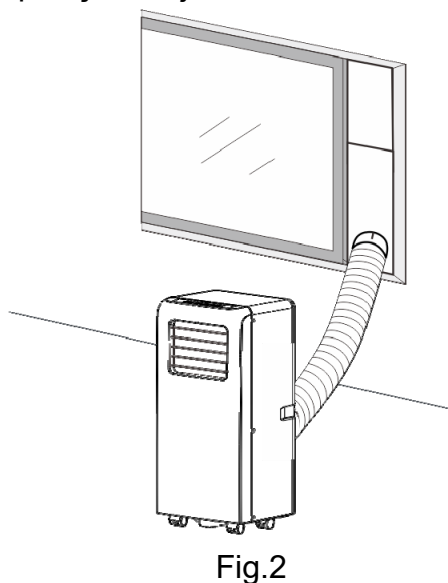
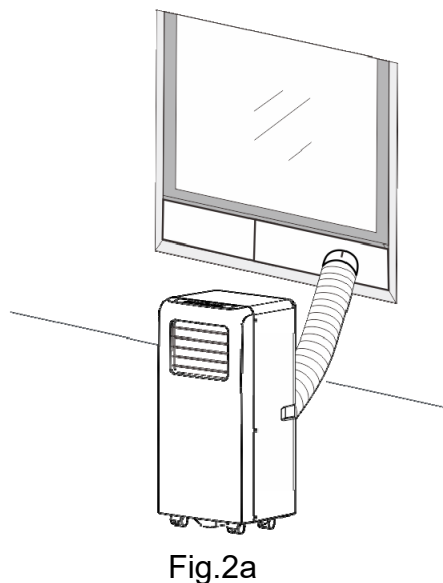

Fig.2
Fig.2a
- 2) Conforme mostrado na Fig. 2 e Fig. 2a, instale a mangueira de exaustão e ajuste bem a posição da janela.